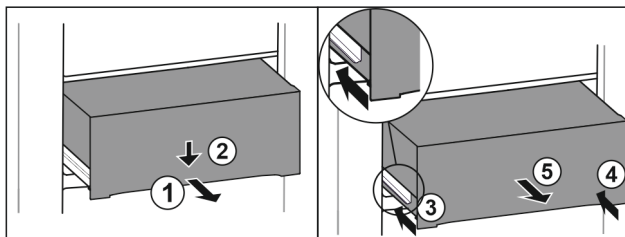

Fig. 103
- Wyciągnąć szufladę do połowy. Fig. 103 (1)
- Popchnąć szufladę z przodu w dół. Fig. 103 (2)
- Wsunąć lewą szynę o ok. 2 cm. Fig. 103 (3)
- Wsunąć prawą szynę o ok. 2 cm. Fig. 103 (4)
- Wyjąć szufladę do przodu. Fig. 103 (5)